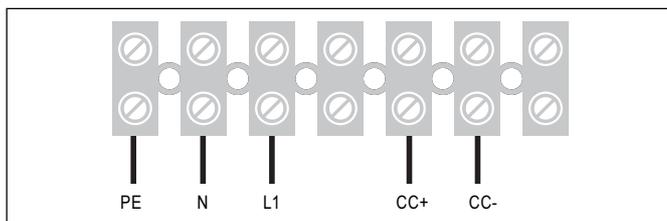

Fig.6 Descrizione collegamento morsettieria
- Collegare ciascun filo del cavo di collegamento come contrassegnato (vedere fig.6) ai rispettivi morsetti.
- Collegare ciascun filo del cavo di alimentazione come contrassegnato (vedere fig.6) ai rispettivi morsetti.
- Collegare ciascun filo del cavo di alimentazione DC come contrassegnato (vedere fig.6) ai rispettivi morsetti.